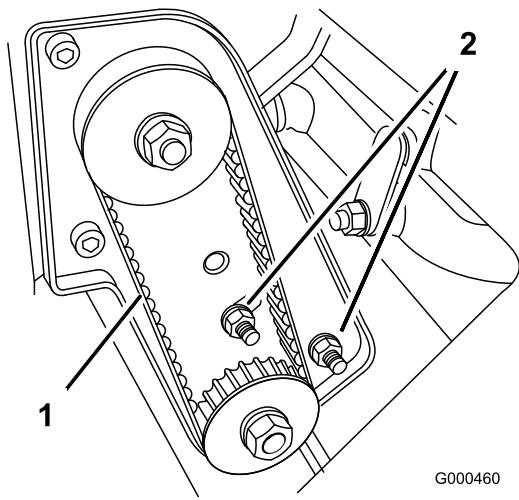

図 36
- A. ベアリング・ハウジング取り付けナットをゆるめる（図 36）。
C. トルクレンチの設定が狂わないように注意しながら、ベアリング・ハウジング取り付けナットを締め付ける (図 36)。ベルトを締め付けすぎないように注意する。